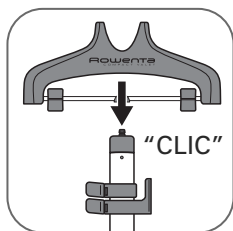

fig. 5
5. Emboitez verticalement le cintre sur le haut du mât jusqu'à entendre un clic. **(fig. 5)**